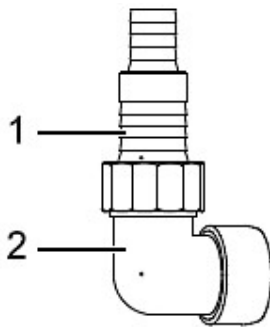

Abb. 8: Montage Universalanschluss
Die besten Ergebnisse der Förderleistung werden bei Verwendung von 38 mm (1 1/2“) Schläuchen erzielt. Der Universalanschluss 1 (Abb.8) ermöglicht den Anschluss aller oben aufgeführten Schläuche.
Schritt 1: Winkelstück 2 (Abb.8) in die Pumpe einschrauben.
Schritt 2: Nicht benötigte Nippel des Universalanschlusses 1 (Abb.8) passend zum Schlauchanschluss abschneiden.
Schritt 3: Universalnippel 1 (Abb.8) auf die Pumpe schrauben.
Schritt 4: Schlauch am Universalnippel 1 (Abb.8) anschließen.